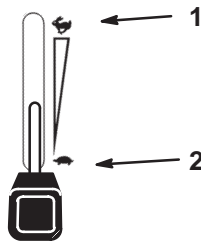

Bild 18
- Stellen Sie beim Anlassen eines kalten Motors den Gasbedienungshebel auf „Schnell“ (Bild 18).
1. Stellen Sie den Zapfwellenantrieb auf „Aus“ (Bild 18).
2. Bewegen Sie den Gasbedienungshebel in die Mittelstellung zwischen Langsam und Schnell (Bild 18).